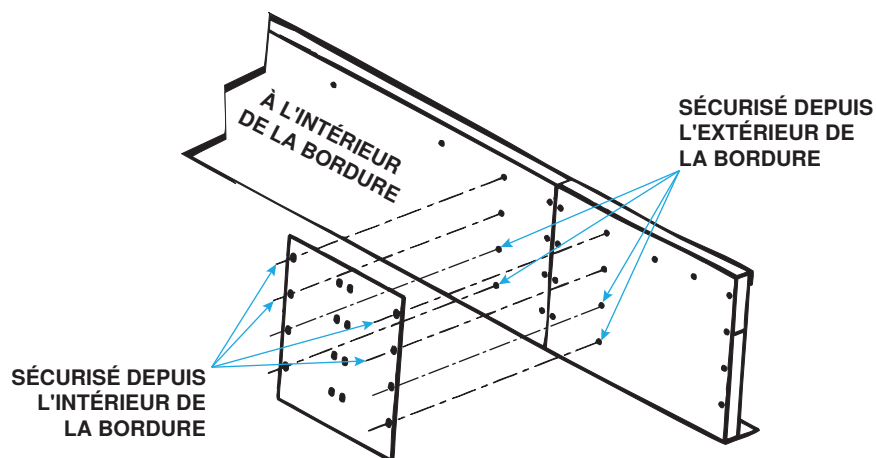

Figure 3. Détail de la plaque d'épissure
3. Pour les bordures dotées de rails latéraux en deux parties, joignez les rails ensemble à l'aide de plaques d'épissure, comme illustré à la Figure 3. Pour fixer la plaque d'épissure, installez quatre vis à tête creuse et rondelles de blocage dans les trous supérieurs depuis l'intérieur et quatre vis d'assemblage, rondelles de blocage et écrous hexagonaux dans les trous inférieurs depuis l'extérieur, comme illustré.